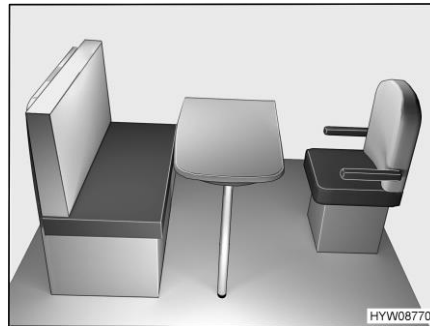

Fig. 72 Avant la transformation
- Tourner le siège conducteur en direction de la table (Fig. 72).